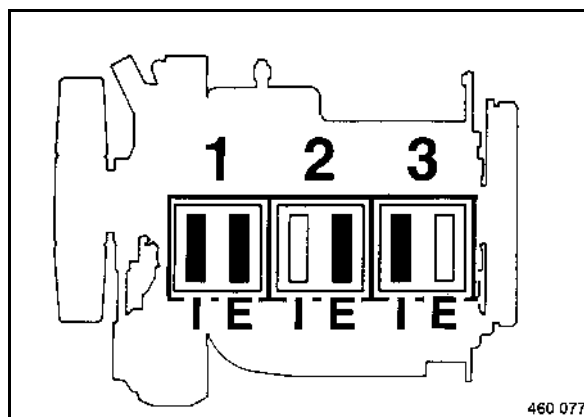

fig. 124
- Contrôler et év. régler les soupapes marquées en noir (fig. 124) aux cylindres 1, 2 et 3.